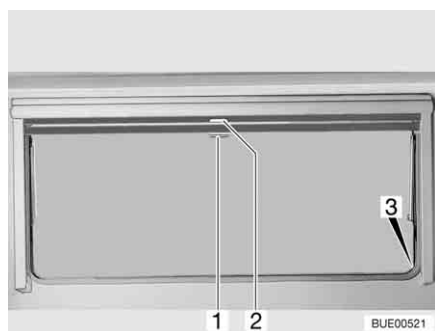

Fig. 70 Finestra apribile
- Tirare verso il basso l'oscurante a rullo accompagnandolo con la maniglia (Fig. 70,2). Quando si chiude completamente l'oscurante a rullo esso va agganciato da entrambi i lati al telaio della finestra nell'apposito elemento di fissaggio (Fig. 70,3).
- Quando l'oscurante a rullo è completamente chiuso: Spingere la maniglia (Fig. 70,2) verso il basso tirandola leggermente verso l'interno. Sganciare l'oscurante a rullo dagli elementi di fissaggio a destra e a sinistra del telaio della finestra.
- Quando l'oscurante a rullo si trova in posizione intermedia: Tirare la maniglia (Fig. 70,2) leggermente verso il basso finché l'elemento di fissaggio non si è sganciato.
- Tirare la maniglia (Fig. 70,1) della zanzariera a rullo verso il basso e agganciarla all'elemento di fissaggio (Fig. 70,3) su entrambi i lati del telaio della finestra.
- Spingere la maniglia (Fig. 70,1) verso il basso tirandola leggermente verso l'interno. Sganciare la zanzariera a rullo dagli elementi di fissaggio a destra e a sinistra del telaio della finestra.